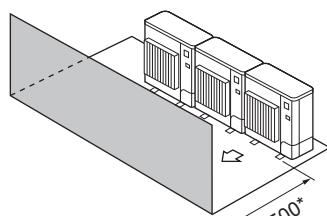

Fig. 2-15
③ Alleen obstakels aan de voorzijde (Fig. 2-15)